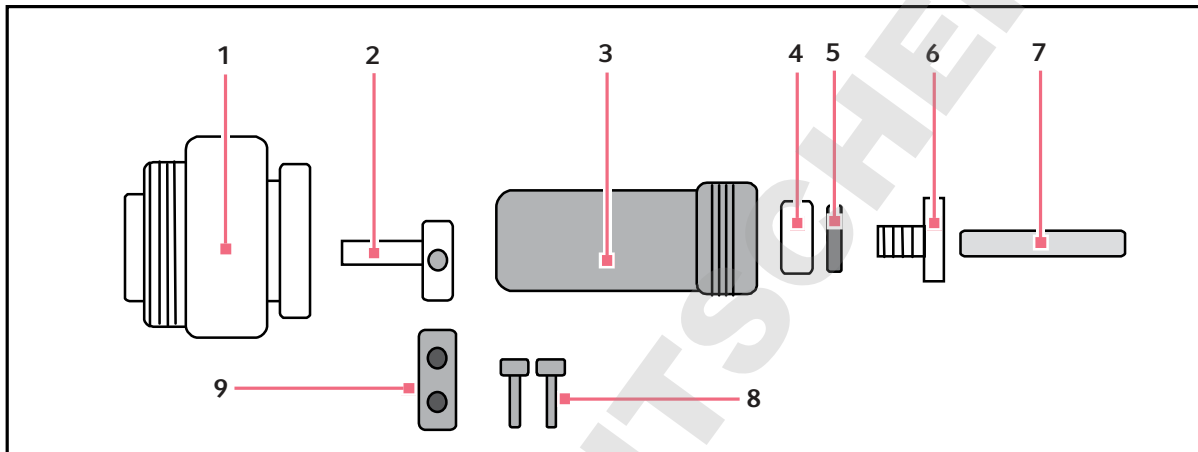

Fig. 8-6: Connecteur interne CA résistant à l'humidité
La prise électrique CA (voir Fig. 8-6 à la page 73), avec protection et connecteur assorti (fournis), est dimensionnée pour l'utilisation dans des environnements humides. Pour utiliser la prise, vous devez brancher le connecteur mâle spécial (fourni avec l'appareil) à l'équipement que vous utilisez dans l'Innova 42/42R. Si votre équipement a un cordon d'alimentation détachable, peut-être vous désirez d'obtenir un cordon d'alimentation différent à utiliser seulement avec l'agitateur Innova 42/42R.
1. Branchez le câble d'alimentation au connecteur électrique. Poussez le câble d'alimentation par l'écrou en plastique, la rondelle, la bague en caoutchouc et le corps principal (voir Fig. 8-6 à la page 73).